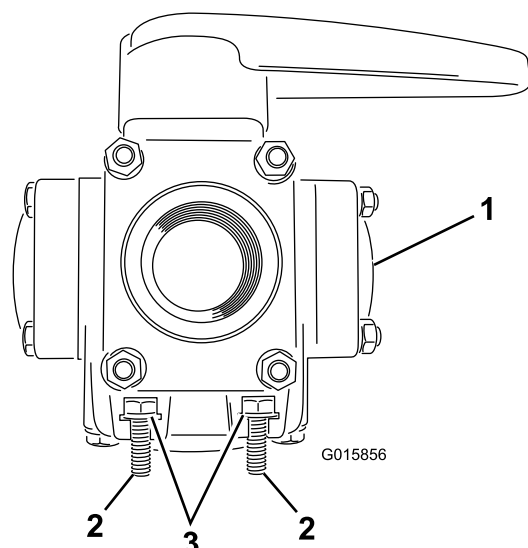

Figura 15
2. Insira 4 parafusos (6 mm) e 4 anilhas (6 mm) nas ranhuras da válvula de 4 vias (Figura 15).